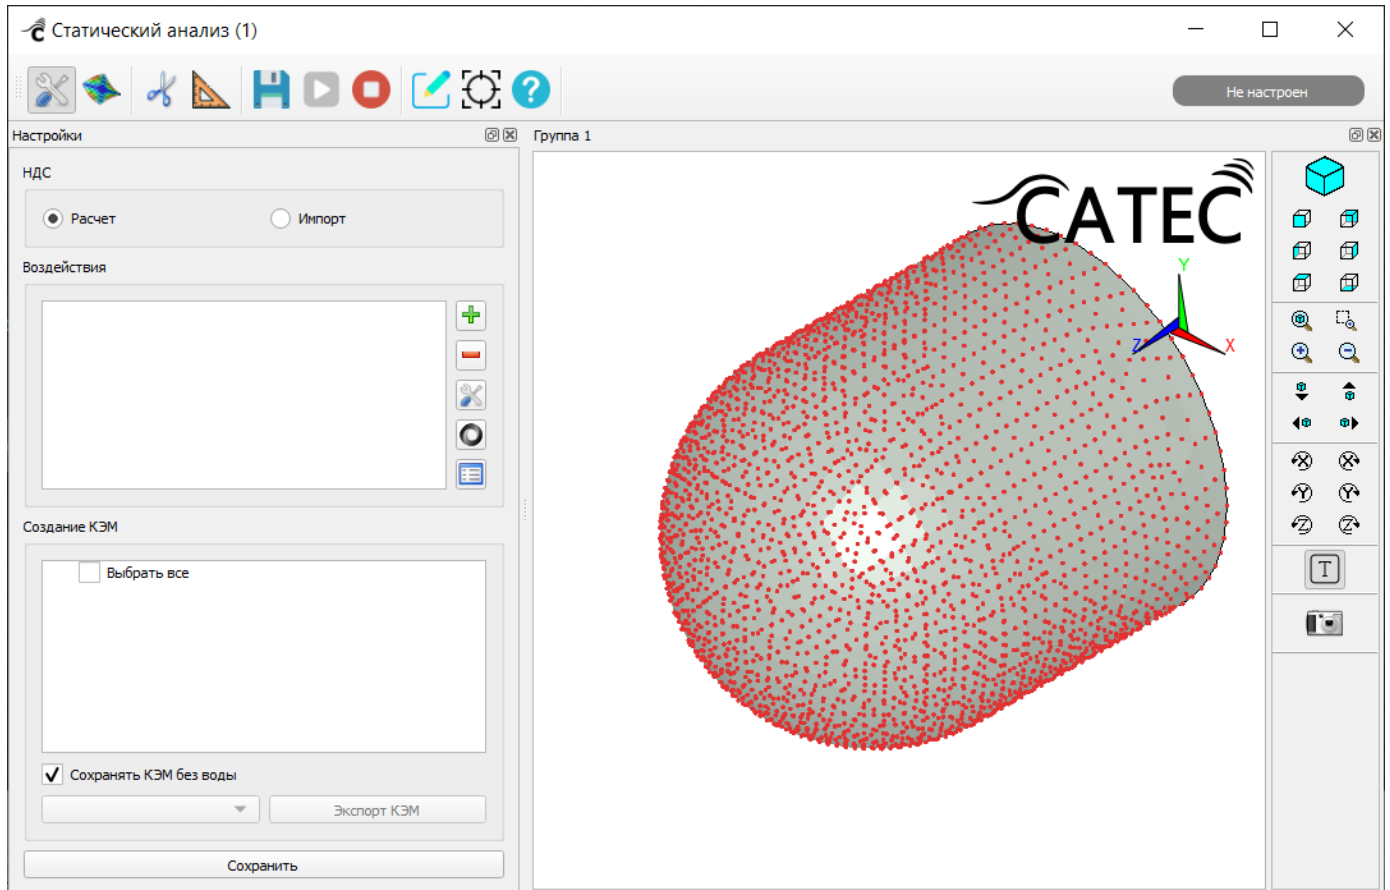

Рисунок 195 – Окно настроек карточки «Статический анализ». Вкладка «Расчет»
Двойной щелчок по карточке открывает окно настроек карточки «Статический анализ» (Рисунок 195).
- вкладка «Расчет» – открыта по умолчанию, здесь выполняется расчет задачи карточки по предварительно заданным параметрам расчета (Рисунок 195);
На вкладке «Расчет» (Рисунок 195) в окне настроек статического анализа нужно задать воздействия для исследуемой конечно-элементной модели.